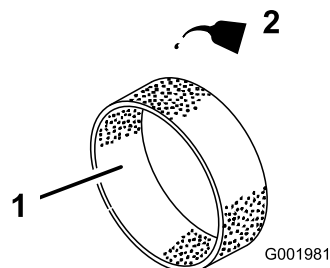

Figure 38
4. Imbibez l'élément de 30 à 60 ml d'huile (Figure 38).